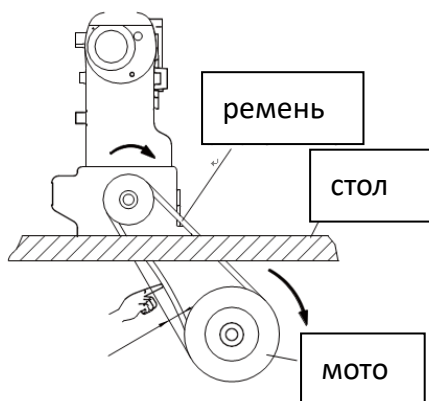
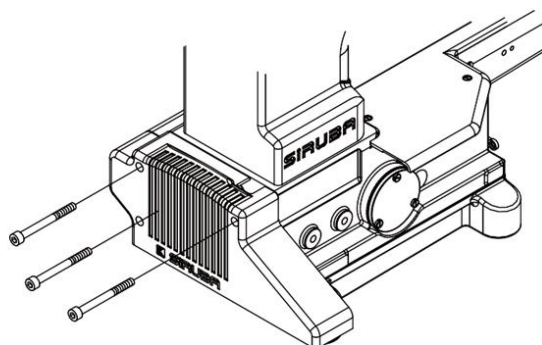

Fig.17
Fig.18
2. Убедитесь, что двигатель вращается по часовой стрелке и натяжение ремня двигателя должно быть такое, чтобы при нажатие пальцем внутрь был прогиб примерно на 2 см.(рис.17) В целях безопасности, пожалуйста, застегните крышку ремня.(рис.18)